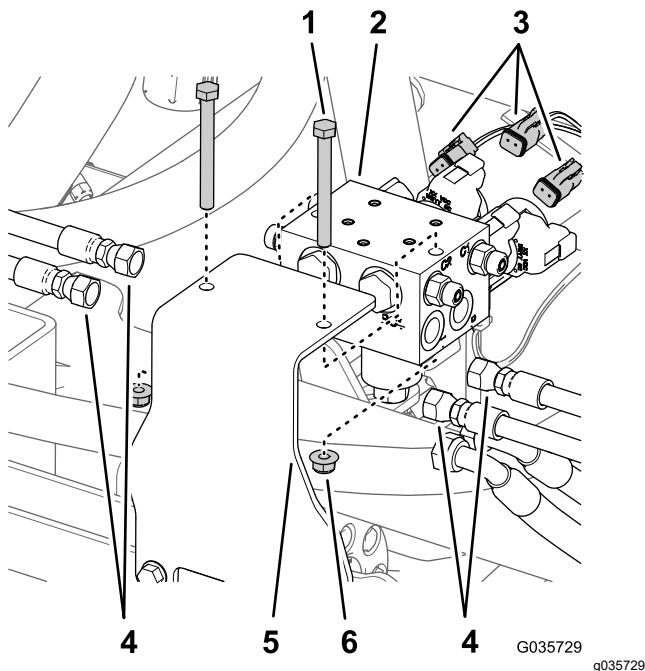

図 12
2. 油圧マニホールドポート C1、C2、C3、C4 に接続されているホースすべてに識別用のラベルを取り付け、これらのホースを取り外す 図 12。
3. 昇降シリンダマニホールドの各ソレノイドから、後方ワイヤハーネスのコネクタを外す 図 12。
4. 昇降シリンダマニホールドを取り付けブラケットに固定しているボルト2本とロックナット2個を外して、昇降シリンダマニホールドを取り外す 図 12。